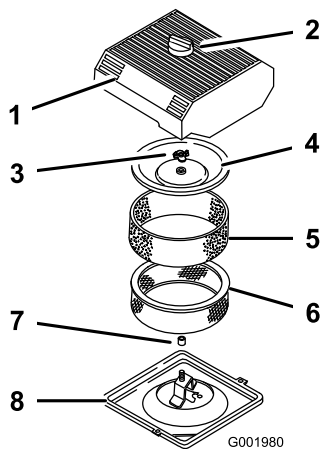

Figura 46
3. Para evitar qualquer dano, limpe à volta do filtro de ar para impedir a entrada de impurezas para o interior do motor (Figura 46).
- Desaperte o botão existente na parte superior do filtro de ar e retire a cobertura (Figura 46).
- Retire cuidadosamente o filtro de esponja, passando pelo filtro de papel (Figura 46).
- Desaparafuse a porca da cobertura e retire a cobertura e o filtro de papel (Figura 46).
- Coloque cuidadosamente o filtro de esponja, passando pelo filtro de papel (Figura 46).
3. Coloque a porca da cobertura e aperte contra a cobertura (Figura 46).
4. Coloque a cobertura do filtro de ar e o botão (Figura 46).